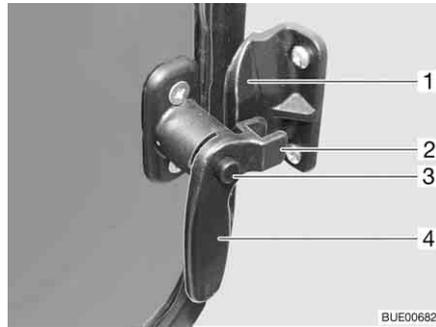

Bild 32 Fenster in der Eingangstür, Verriegelungshebel geschlossen
- Den Sicherungsknopf (Bild 32,3) drücken und gedrückt halten.
- Den Verriegelungshebel (Bild 32,4) zur Fenstermitte hin drehen.
- Den Verriegelungshebel (Bild 32,4) zum Fensterrahmen hin drehen. Die Gabel (Bild 32,2) am Verriegelungshebel liegt komplett auf der Innenseite der Fensterverriegelung (Bild 32,1).